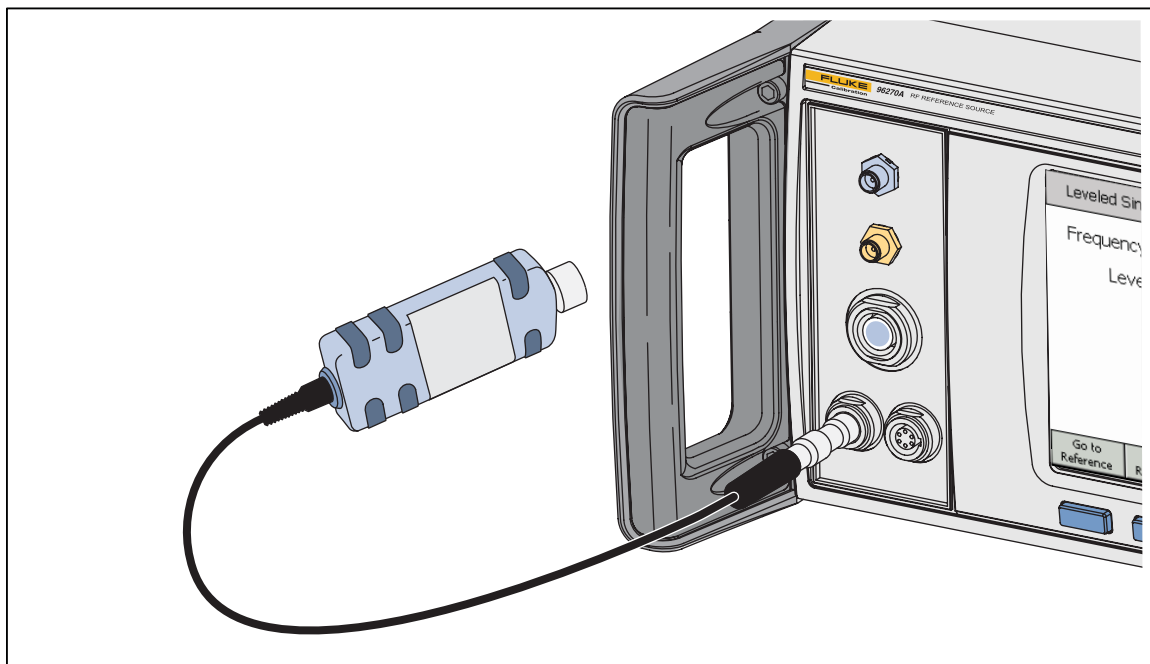

図 3-26. パワー・センサーの接続 (96270A)
2. マルチウェイ・コネクタを機器の適切なセンサー 1 または 2 コネクタに接続します。ラッチで固定されるまで、マルチウェイ・コネクタをしっかりと押し込みます。図 3-26 を参照してください。